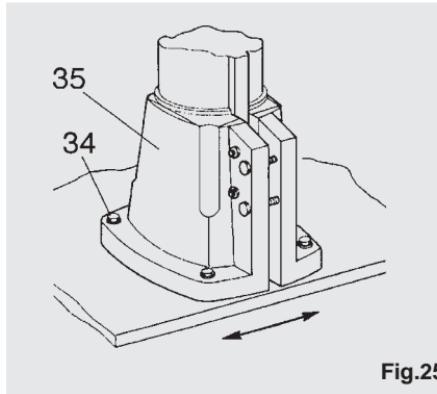

Fig.25
Si on ne parvient pas à éliminer le défaut au moyen des vis de réglage, desserrer les vis (34) (voir figure 25) de la base (35) et la tourner légèrement.